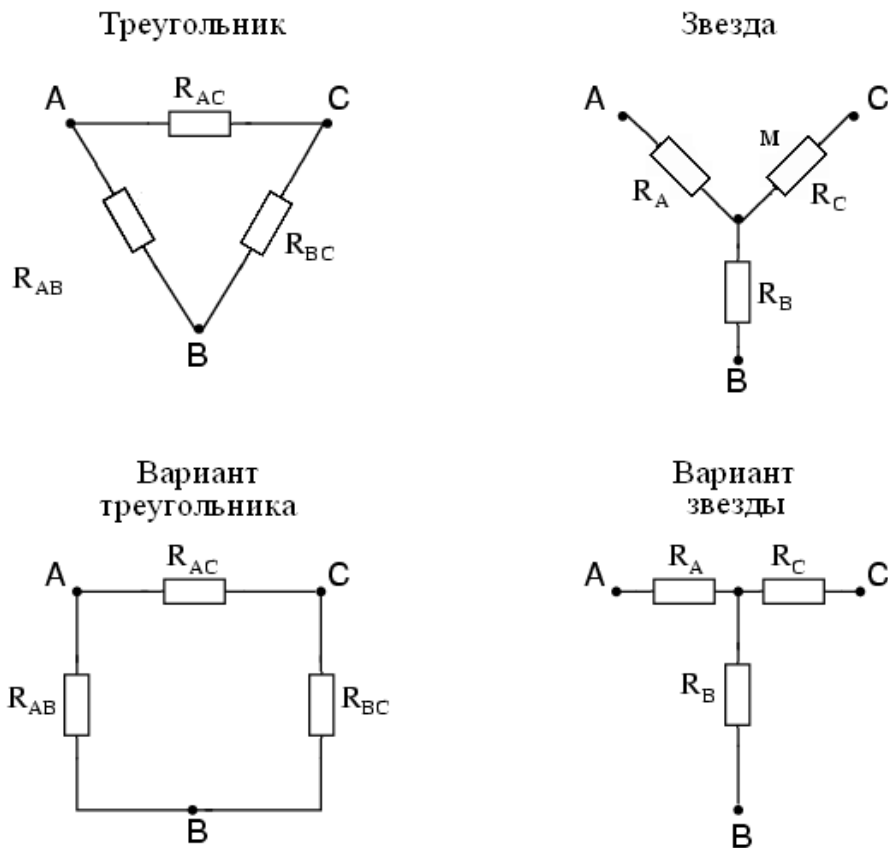

Рисунок 1. Преобразование треугольника в звезду и звезды в треугольник
Во многих схемах можно встретить такие конфигурации компонентов, в которых невозможно выделить последовательные или параллельные цепи. К этим конфигурациям относятся соединения компонентов в виде звезды (Y) и треугольника (Δ) (рис. 1):